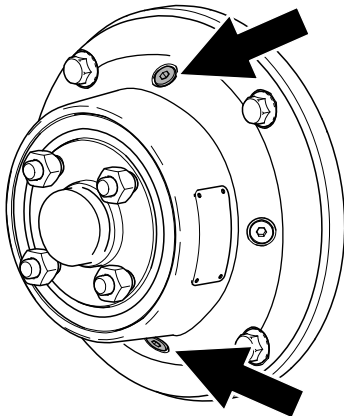

Figura 55
3. Retire el tapón superior y el tapón inferior (Figura 55). Deje que se drene el fluido.